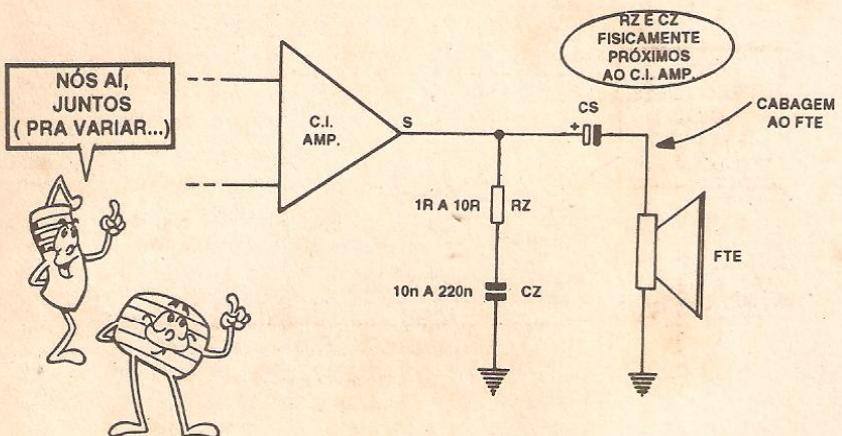

FIG. 15
- FIG. 15 - DESACOPLAMENTO E "FILTRAGEM" DA SAÍDA... - O elevado ganho intrínseco dos modernos Integrados (e, pelas suas próprias funções e características, notadamente dos IPAs...), facilita muito o surgimento de oscilações em ultra-som (Frequências inaudíveis através dos transdutores normais de Áudio, alto-falantes, fones, etc.), ocasionadas por realimentações não "enxergadas", e que se dão através das capacitâncias distribuídas e percursos resistivos de elevado valor, determinados pela unidade depositada sobre as placas de Impresso, etc. Embora não possamos ouvir diretamente tais eventuais oscilações, elas (estando "lá") estarão "puxando" energia da fonte e, quase sempre, acrescentando dissipações não previstas nos próprios Integrados! Uma forma de evitar tais oscilações e instabilidades, é através da devida "filtragem" ou "desvio" dessas faixas de